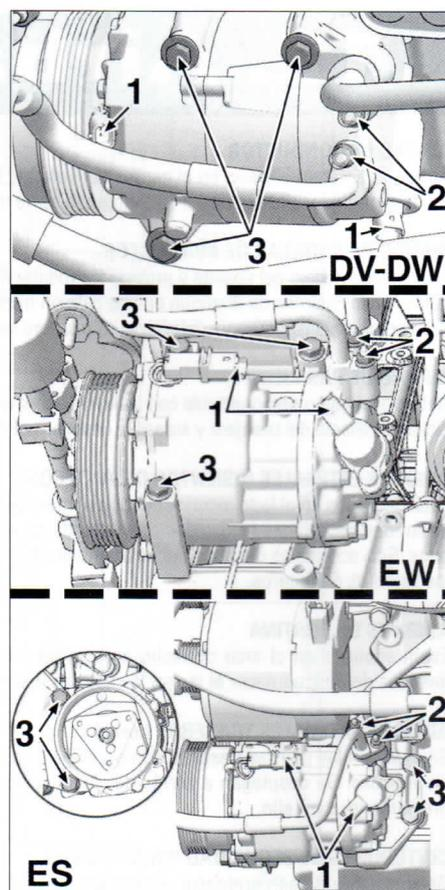

FIG. 19
Sacar los conectores (1) (fig. 19)